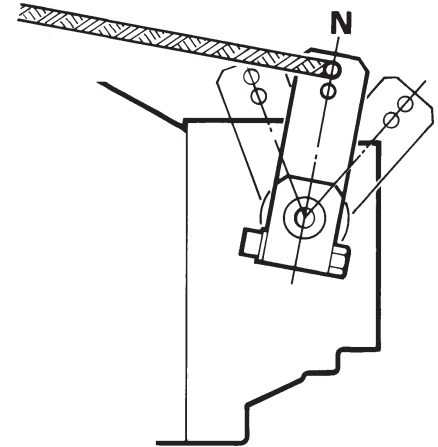

Fig. IV-4
WARNING. When the engine runs idle, but the propeller shaft should not be driven (such as when charging the battery with the generator), the shifting lever (fig. IV-4, item 1) must be held in the neutral position (N) to prevent the boat from moving.
PERICOLO. *Quando il motore gira al minimo e si desidera che l'elica non giri (per esempio se si deve caricare la batteria con la barca ferma), la leva di comando deve trovarsi in posizione neutrale N (vedere fig. IV-4, pos 1).*
DANGER. Quand le moteur tourne à vide, tandis que l'arbre d'hélice est arrêté (par exemple quand les batteries se chargent avec l'alternateur), le levier de commande (fig. IV-4, repère 1) doit être en position neutre (N), pour que le bateau ne se déplace pas.
WARNUNG. *Wenn der Motor im Leerlauf läuft und die Propellerwelle aber nicht angetrieben werden soll (z.B. beim Aufladen der Batterie durch den Generator), muß der Schalthebel (Pos. 1, Bild IV-4) in der neutralen Position (N) gehalten werden, da das Boot sich sonst bewegt.*